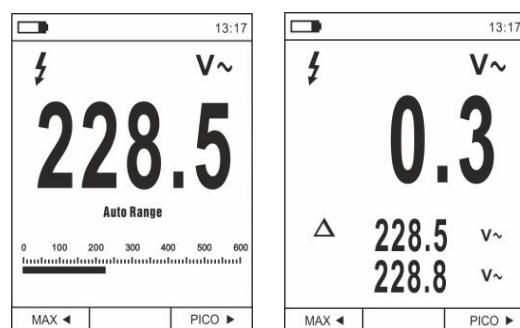

Fig. 8 Medição Relativa
1. Premir en modo prolongado (>2s) o botão **HOLD/REL** para entrar na medição Relativa (ver Fig.8 – parte direita). O instrumento coloca em zero o display e guarda o valor apresentado como valor de referência ao qual serão referidas as próximas medições. O símbolo " Δ " é apresentado no display. As funções "MAX/MIN" e "PICO" não estão ativas nesta modalidade